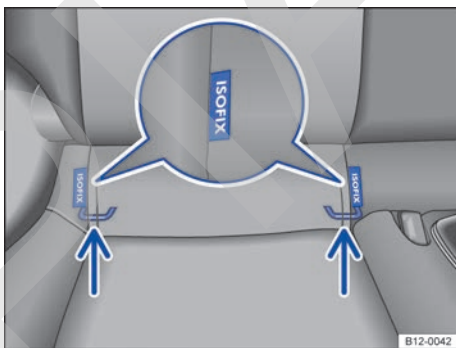

Fig. 51 En el asiento del vehículo: identificación de los puntos de anclaje inferiores de asientos para niños.
Los 2 ojales de retención para cada asiento para niños con el sistema ISOFIX pueden alcanzarse a través de las hendiduras del revestimiento de la banqueta trasera → fig. 51.
- Encajar el asiento para niños en los ojales de retención → fig. 51 en el sentido de la flecha. El asiento para niños debe engancharse de forma segura y audible (clic).
- Colocar el asiento para niños sobre la superficie del asiento y enganchar los cinturones de seguridad en los ojales de retención → fig. 51, si los cinturones de fijación se proveen junto con el asiento para niños.